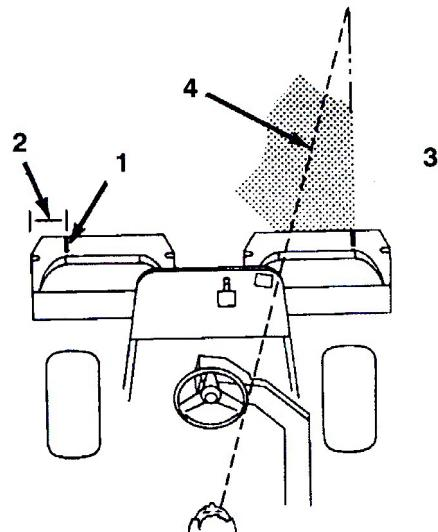

図 39
- 各集草箱の外側端から 12.7 cmを測る（図39）。
- その位置に白色テープか白ペンキで集草箱の縁と平行に目印を入れる（図39）。